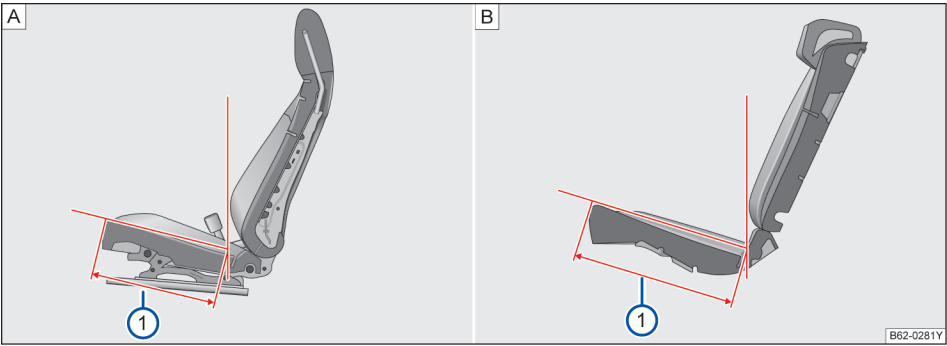

图 65 座椅坐垫深
- 当前排位置处于设计位置时，坐垫深=456.6mm→图 65 A ①
- 当后排位置处于设计位置时，坐垫深=487.7mm→图 65 B ① <